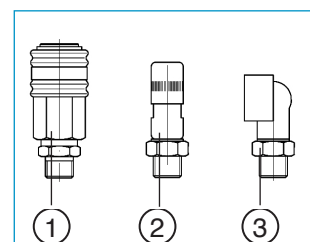

Abb. 14 Kupplungsstücke für Packer
3. Montieren Sie das Kupplungsstück (s. Abb. 14) für die Packer an den Statikmischer der Mischeinheit. Die Auswahl des Kupplungsstücks richtet sich nach dem verwendeten Packertyp.